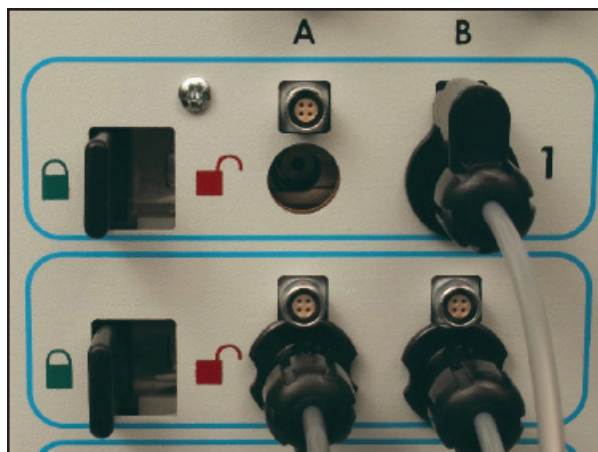

Figura 9. Bloqueio da agulha no canal
4. Depois de inserir uma ou duas agulhas no canal pretendido, bloqueie o canal fazendo deslizar a barra de bloqueio para longe do centro do sistema (Figura 9).